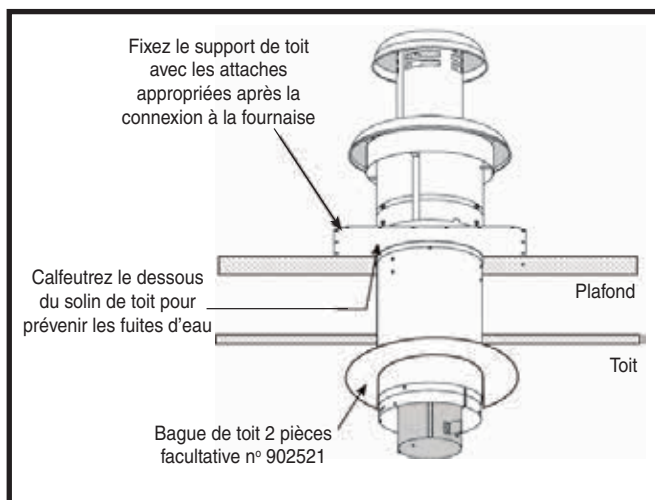
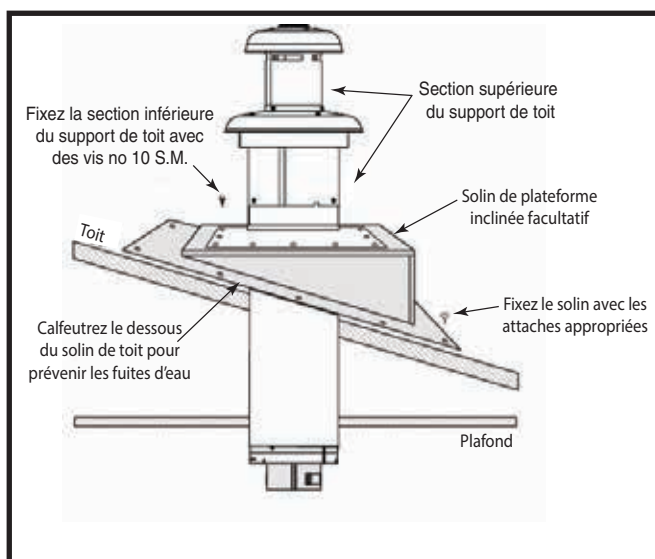

Figure 20. Toit plat
Figure 21. Toit incliné
1. Appliquez un produit de calfeutrage sous le solin du toit pour former une bande continue d'au moins 3/8 po de largeur sous le périmètre du solin. Pour un toit plat, consultez la Figure 20, ou la Figure 21 (page 12) si le toit est incliné.